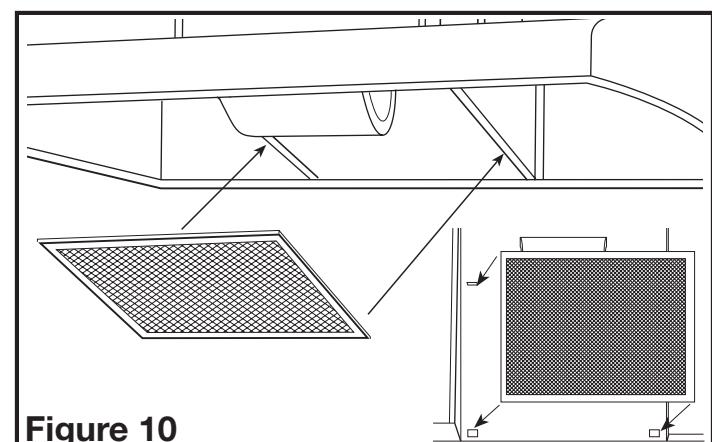

Figure 10
1. Installer les filtres en ajustant le filtre dans le canal de la hotte et en le glissant vers l'arrière jusqu'à ce qu'il soit arrêté contre l'arrière de la hotte (Figure 10).